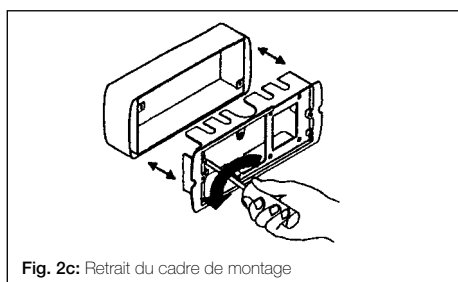

Fig. 2c: Retrait du cadre de montage
2. Séparer le cadre de montage du boîtier mural, en retirant les deux vis (voir fig. 2c).